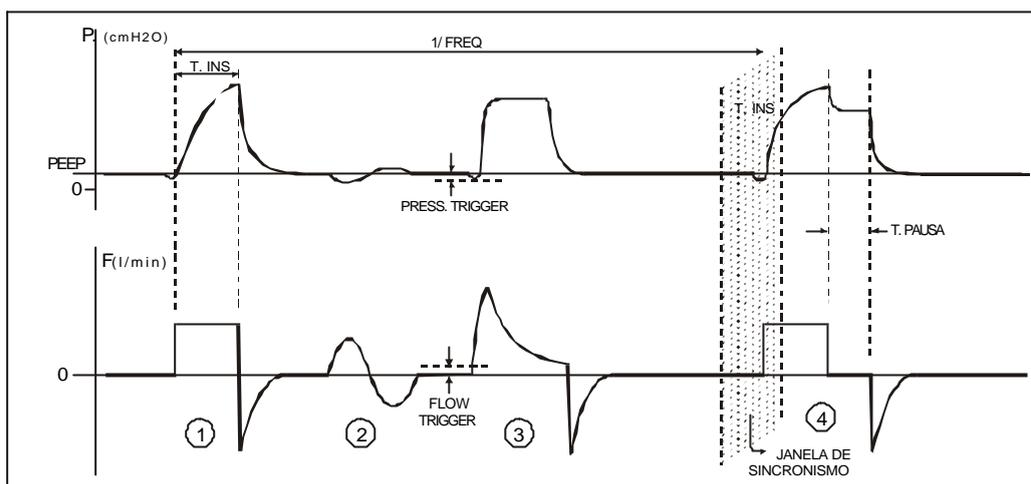

Figura 11.5. Modalidade SIMV/V: exemplos de curvas: *pressão x tempo* e *fluxo x tempo*.
A Figura 11.5 apresenta curvas de pressão e de fluxo em função do tempo, para ajudar no entendimento da modalidade SIMV/V. Os ciclos mandatórios operam de forma similar à modalidade VCV. Os ciclos espontâneos podem ter o recurso de suporte pressórico desativado ou ativado (3). O início de cada respiração pode ser comandado pelo ventilador ou pelo paciente, sendo que neste último caso o paciente somente pode disparar o ciclo durante o tempo de “janela de sincronismo”. Pode ser utilizada uma pausa inspiratória nos ciclos mandatórios (4).